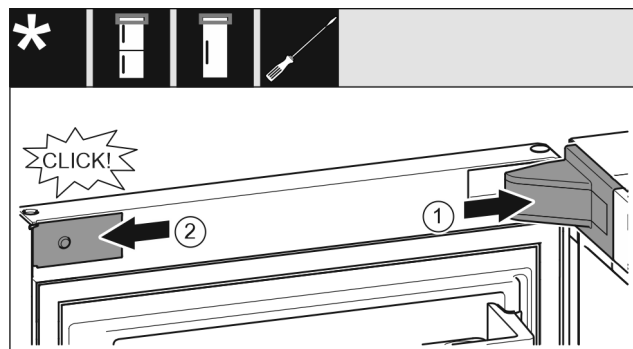

Fig. 24
► Встановіть та зафіксуйте кришку опорного кронштейна Fig. 24 (1), у разі необхідності – обережно розтисніть.
► Встановіть збоку і зафіксуйте накладку Fig. 24 (2).